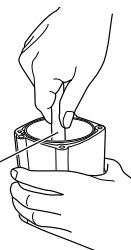

図13-1
□このときエアーピストンは、シリンダーカップの中で倒れやすいので、注意深くまっすぐに底まで押し込んでください。(図13-1)